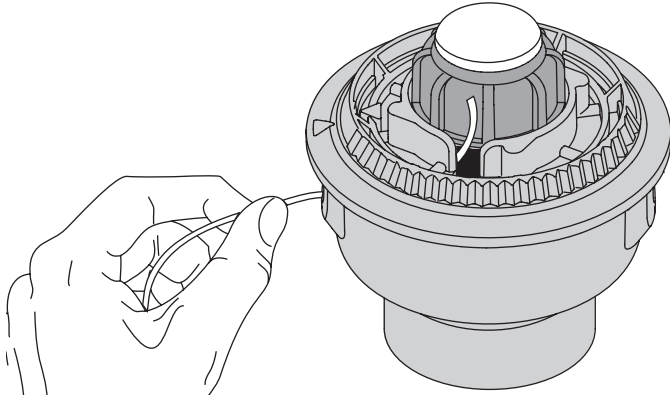

Fig. 22
3. Inserte los extremos de la línea de corte del nuevo carrete interior dentro de los ojallillos de la bobina exterior (Fig. 22). Coloque el nuevo carrete interior con la flecha hacia arriba dentro de la bobina exterior.